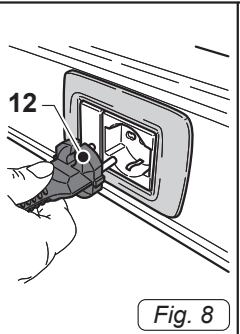

Fig. 8
- Inserire la spina (12 Fig.8) nella presa di corrente.
- Staccare la spina (12 Fig.8) dalla presa di corrente.